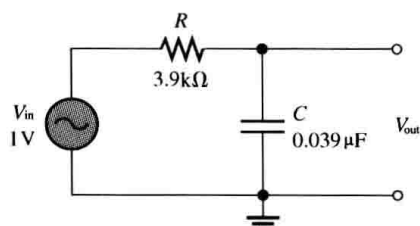
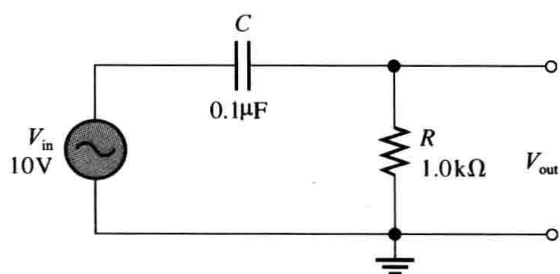

图 10-67
图 10-68
12. 对于图 10-67 中的滞后电路, 求下列频率时输入电压与输出电压之间的相位滞后。
13. 对图 10-68 中的超前电路, 重复第 12 题。
31. 图 10-67 中的滞后电路也是一个低通滤波器, 通过标绘频率从 0Hz 开始步进 1kHz 到 10kHz 输出电压的变化, 画出电路的响应曲线。
32. 画出图 10-68 中电路的频率响应曲线, 频率范围从 0Hz 到 10kHz, 步进 1kHz。
33. 画出图 10-67 和图 10-68 中每个电路的电压相量图, 频率为 5kHz, V_{in} 的有效值为 1V。
35. 求图 10-67 和图 10-68 中每个电路的截止频率。
36. 求图 10-68 中电路的带宽。